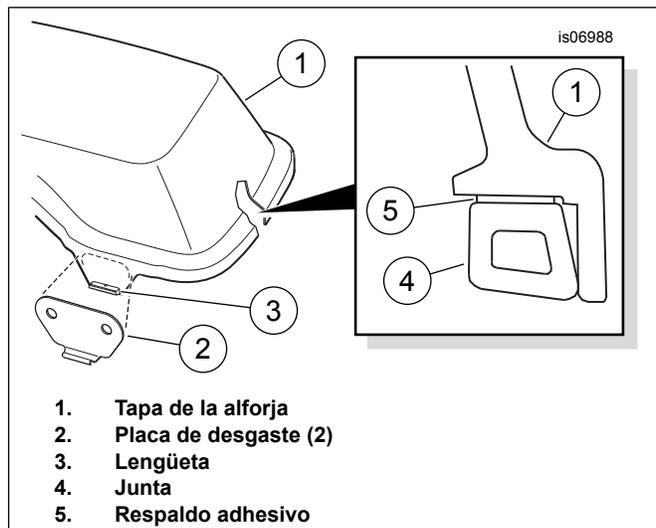

Figura 2. Armado de las placas de desgaste y la junta en la tapa de la alforja
- Vea Figura 2. Quite el forro del respaldo adhesivo de una de las placas de desgaste (2). Cuidadosamente coloque la placa de desgaste en la tapa de la alforja (1), centrándola en la lengüeta (3), y presiónela firmemente en su posición. Sostenga el conjunto de la placa de desgaste en su posición con presión constante durante un minuto. Repita en la segunda placa de desgaste en el otro extremo de la tapa.
- Oriente la junta con el **borde alto** hacia el labio exterior de la cubierta, como se muestra en Figura 2.
- Gradualmente quite el forro del respaldo adhesivo (Figura 2, Artículo 5) de la junta (4) de la tapa de la alforja en la medida que se presiona la junta en su posición alrededor del perímetro interior de la tapa (1), como se muestra.